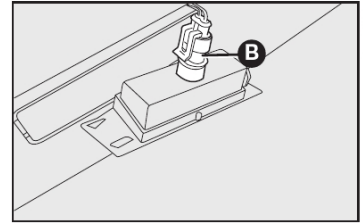

fig. 47
2) Retirar a lâmpada de sua sede girando-a no sentido anti-horário **B-fig. 47** e substituí-la.